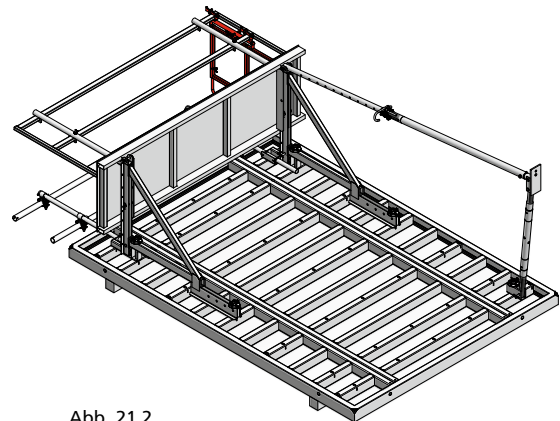

Abb. 21.2
2. Eine zweite Aufbaueinheit mit oder ohne Durchstieg wird zu ebener Erde sicher am Wandschalungselement montiert, wie in Schritt 1 bis Schritt 11 auf den Seiten SB-9 bis SB-16 beschrieben. Abhängig von der Aufbaurichtung kann auf das Stirngeländer klappbar SB Keil an der Seite verzichtet werden, welche an das bereits stehende Element anschließt (Abb. 21.2).